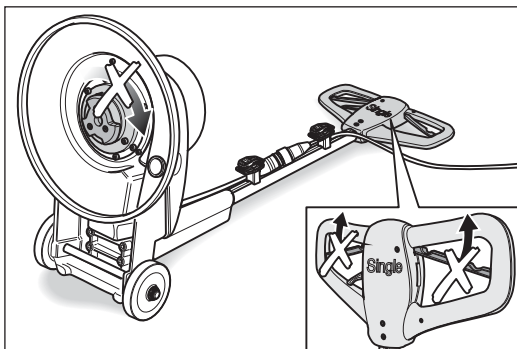

Abb. 11 **Niemals** die Maschine einschalten, wenn **kein** Teller montiert ist!
- **kein** Schleifteller oder Frästeller montiert ist (Abb. 11)!